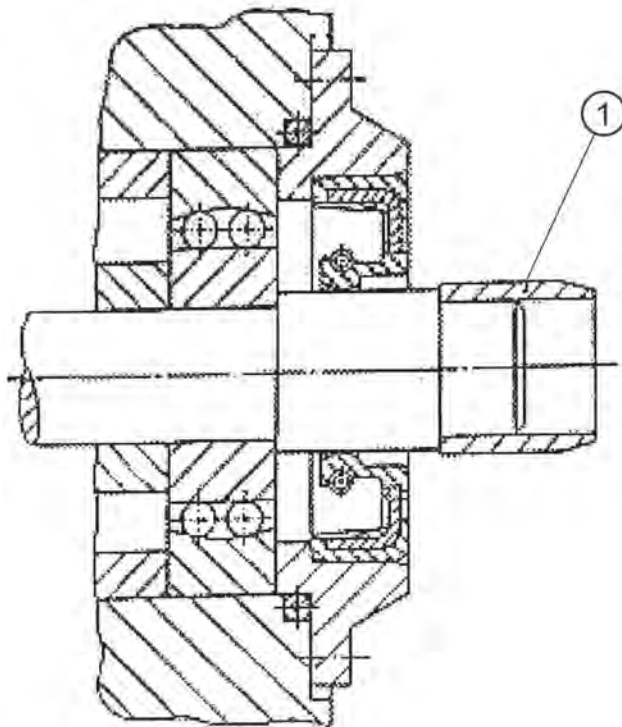
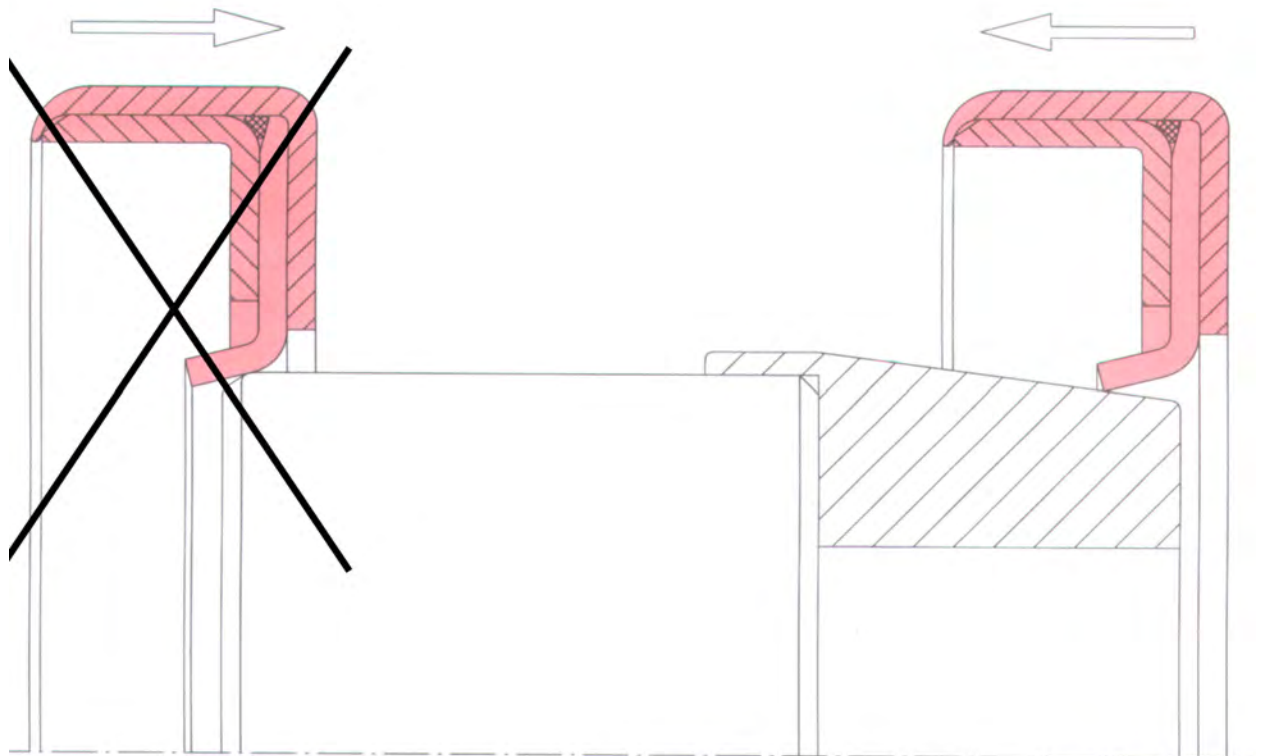

Abbildung 3: Montagebuchse mit Anfasung
Abbildung 4: Montage des Radialwellendichtringes mit Dichtlippe aus PTFE
6. Falls erforderlich sind Montagedorne bzw. -hülsen zu verwenden (z.B. V-Motor schwungradseitig, Abbildung 3), (BR3 und BR6 siehe Abbildung 4).
7. Beim Einbau des Radialwellendichtringes mit Dichtlippe aus PTFE ist darauf zu achten, dass dieser vorher ca. 1 Stunde aufgedehnt wird. Dazu verwendet man eine spezielle Vordehnhülse oder die Montagehülse. Vor dem Aufziehen des Dichtringes auf die Hülse muss die Dichtlippe manuell in die ungefähre Sollposition vorgebogen werden (Abbildung 4).